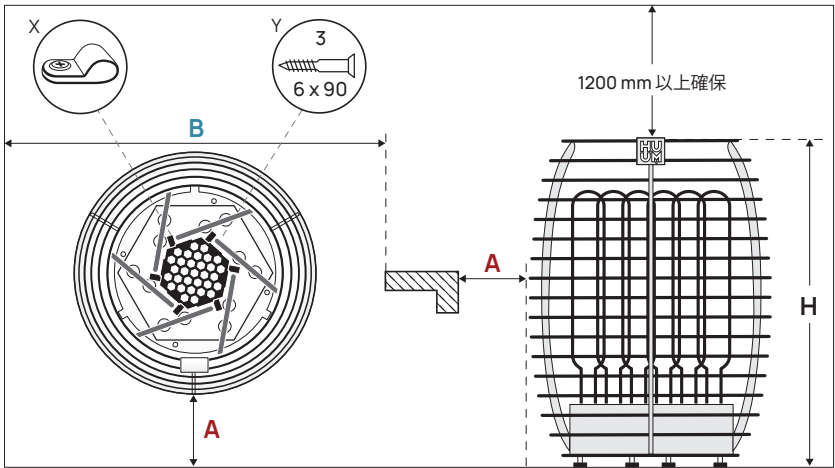

図1 サウナヒーターの設置位置
- サウナヒーターの設置場所には、離隔距離が確保されていますか?サウナヒーター設置の際の、サウナ室の天井および壁との離隔距離については、表1、**図1**をご参照ください。
- 表1**、**図1**で、サウナヒーターとサウナ室の天井および壁との間の離隔距離をご確認ください。